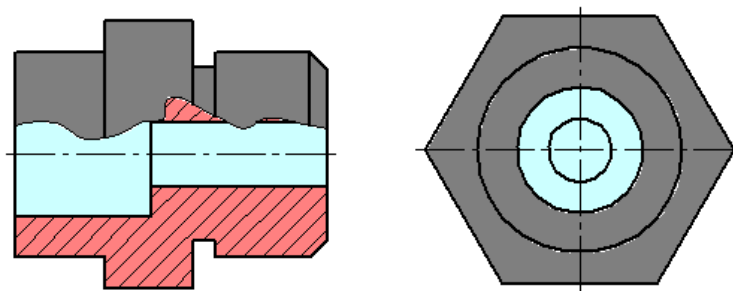

Рисунок 37
**Местные** разрезы выделяются на виде сплошными волнистыми линиями. Эти линии не должны совпадать с какими-либо другими линиями изображения (Рисунок 37).